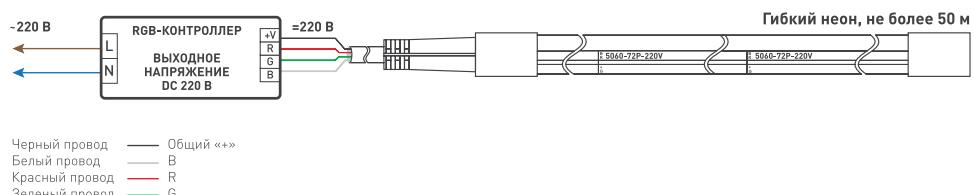

Рисунок 2. Схема подключения.
- Если для управления «глибким неоном» используется сторонний контроллер не из комплекта, выполните подключение согласно приведенной схеме. Соблюдайте полярность подключения, а также маркировку, нанесенную на боковой поверхности неона (B — синий, R — красный, «+» — общий плюс, G — зеленый) и цветовую маркировку проводов (см. рисунок 2).